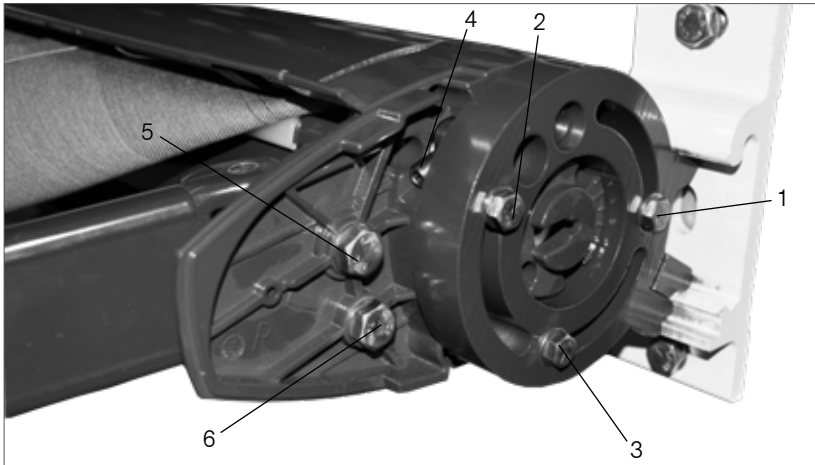

Abb. 21: Neigungsverstellung
- » jetzt kann die Anlage mit der Kurbel (Abb. 21 Pos. 4) bedient werden